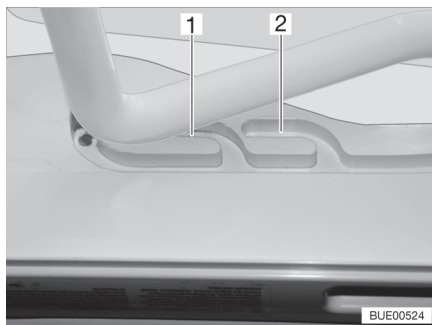
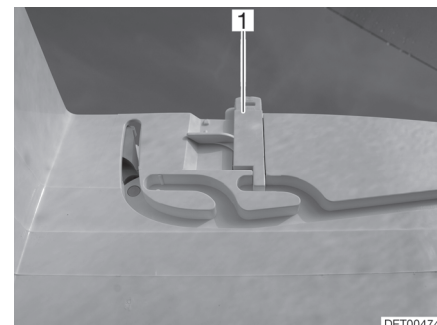

Fig. 19 Glissière (position de ventilation)
Fig. 20 Verrouillage (position de ventilation)
Il est possible d'amener le lanterneau Heki en deux positions de ventilation : Position pour mauvais temps (Fig. 19,1) et position intermédiaire (Fig. 19,2). Suivant le modèle, il est possible de verrouiller le lanterneau en position intermédiaire avec le verrou (Fig. 20,1).
- Pousser légèrement l'étrier vers le haut, le pousser dans la glissière choisie (Fig. 19,1 ou 2) et le verrouiller si nécessaire.